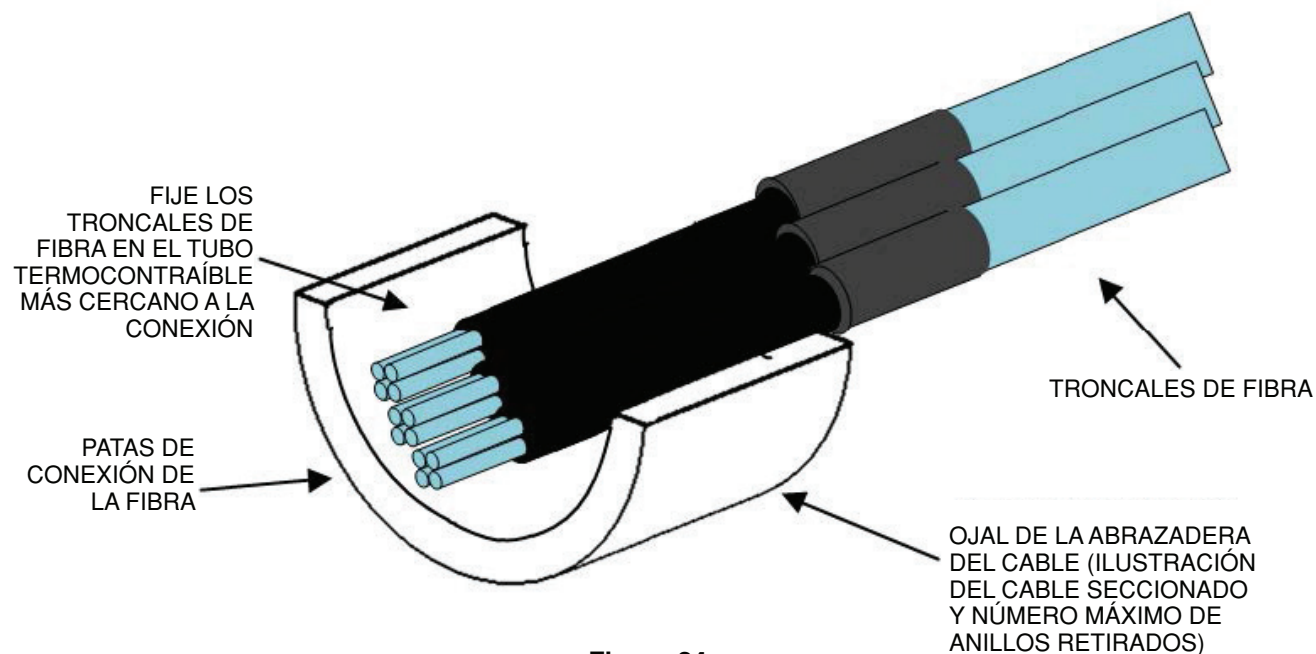

Figura 24
6.1.4.1 Fije cada troncal en el tubo termocontraíble como se muestra en la Figura 24.